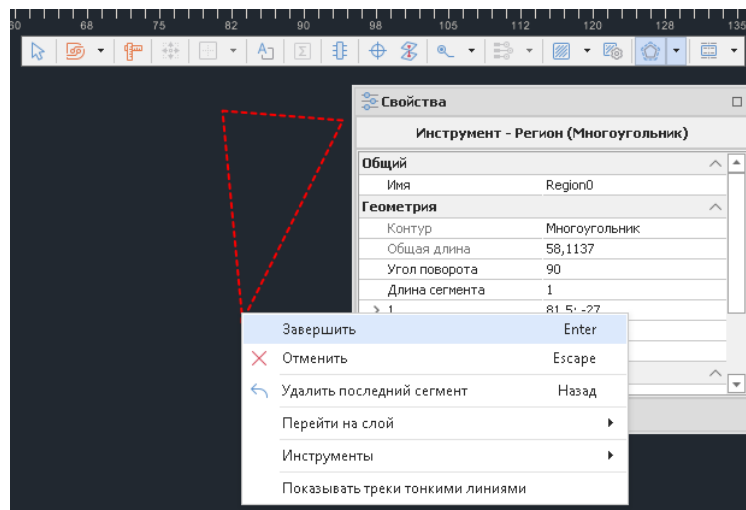

Рис. 132 Завершение формирования границы региона на плате
3. При завершении построения границы региона, нажать клавишу «Ввод» или выбрать в контекстном меню пункт «Завершить», см. Рис. 132.